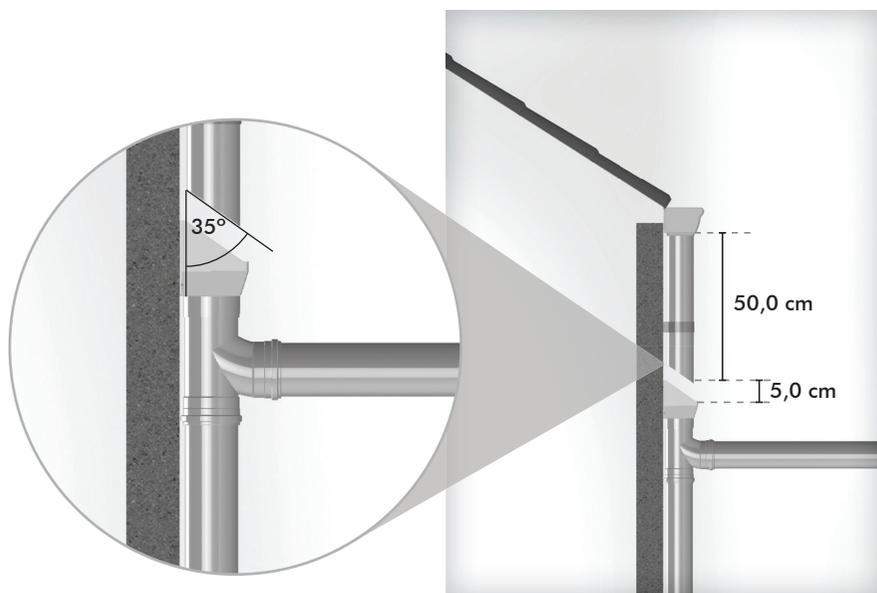

Fig. 04
1. Instale o duto de descida respeitando as orientações deste guia de instalação. A parte do tubo, acima ao separador de folhas, deverá ter um corte angular de cerca de 35° e deverá ficar a 5,0 cm de distância da tela principal (Fig. 04).